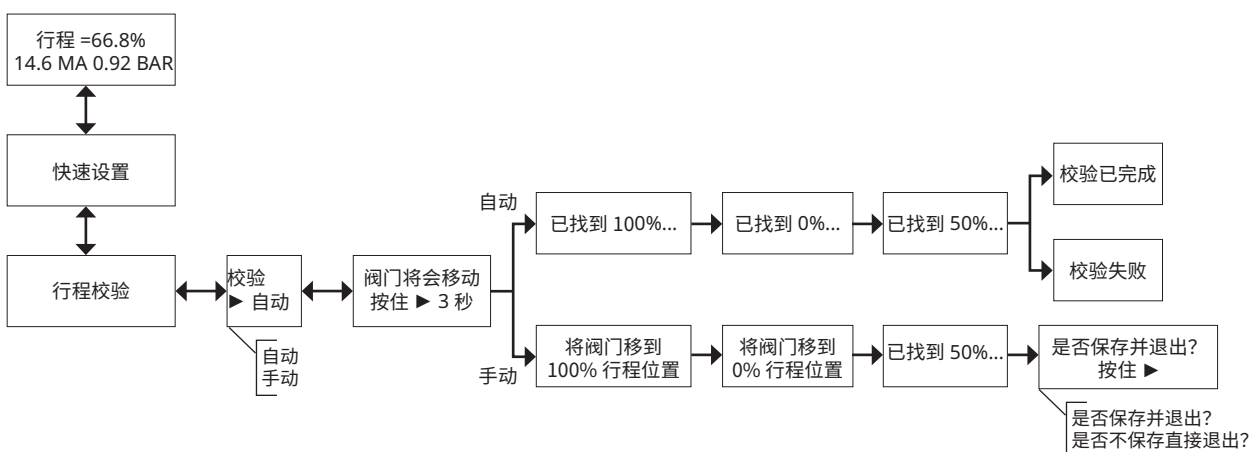

图 14. 行程校验
- 要手动校验仪表或自动校验仪表但不更改整定参数值，可以执行“行程校验”过程。要从主屏幕访问此过程，请按两次下箭头键 (▼)，然后按一次右箭头键 (▶)。然后，按照图 14 所示的提示进行操作。